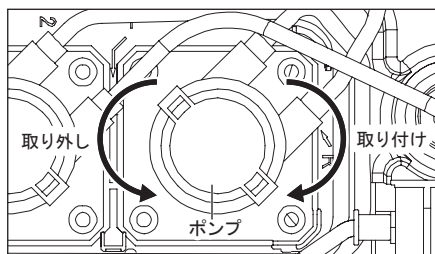

図39
- 5) ポンプを左に「カチッ」というまで回して、そのまままっすぐ引き抜いてください。(図 39)
- 7) 新しいポンプ(別売品)をモーター軸にゆっくり挿し込み、右に「カチッ」とロックするまで回し取り付けてください。(図 39)